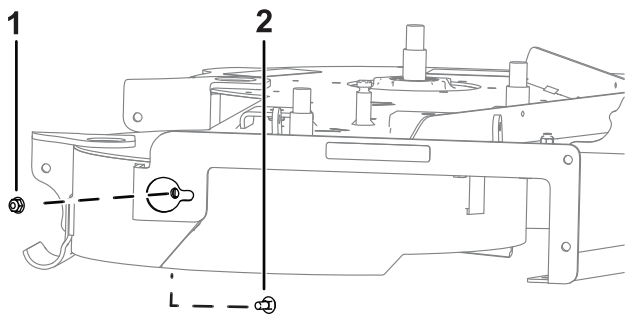

Figure 6
3. Befestigen Sie die hintere Wand des rechten Ablenblechs mit einer Schlossschraube (5/16" x 3/4") und einer Mutter (5/16") am Mähwerk, wie in Figure 6 dargestellt.